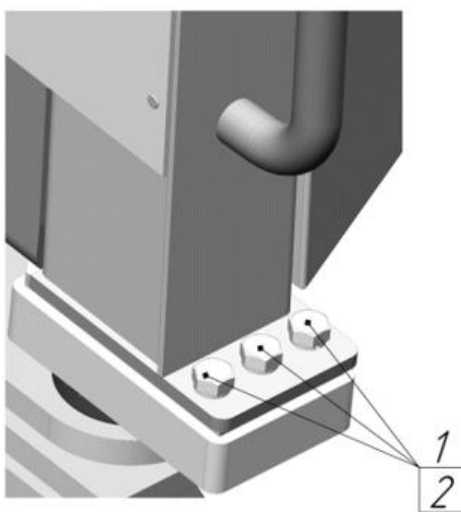

Рисунок 3.8. Крепление передней опоры
- ▶ Выкрутить с помощью ключей из комплекта ЗИП по три болта 1 из каждой опоры, расположенной в передней части, снять шайбы 2 рис. 3.8.
- ▶ Закрутить с помощью ключей из комплекта ЗИП по три болта с шайбами 1 и 2 в каждую из опор, расположенных в передней части кабины рис. 3.8;